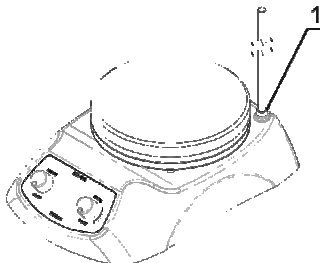

Abb. 1 Installation des SR-1-Ständers
- Lösen Sie die Schraube von der Befestigungsfassung auf der Rückseite des Rührers (Abb. 1/1) und legen Sie sie zur Seite.